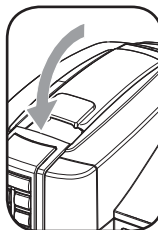

Abb. 3
- 10- Den Hebel nach unten führen, um das Kapselfach zu schließen (Abb.3).